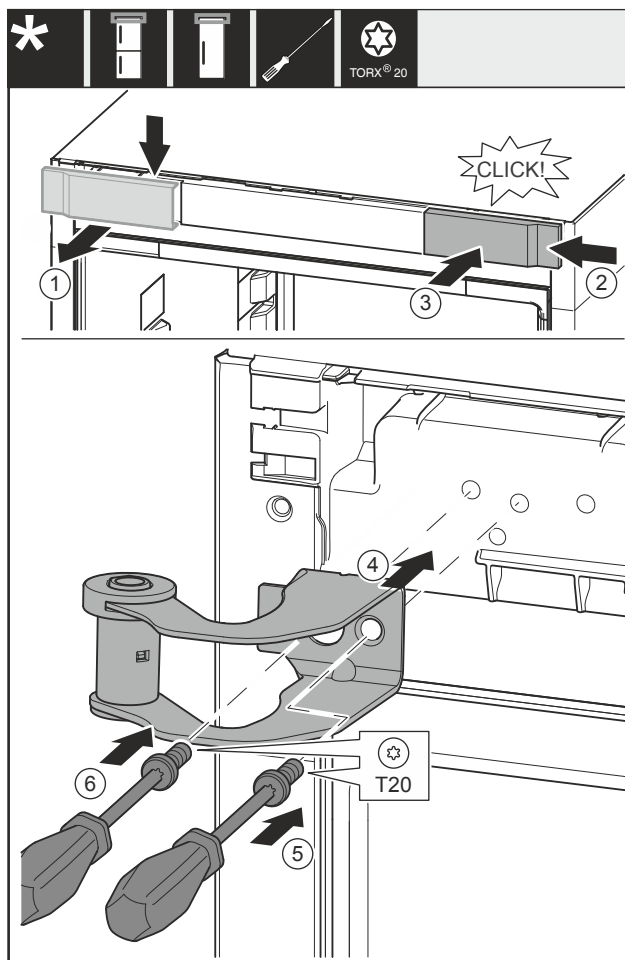

Fig. 14
- ▶ Snemite pokrov Fig. 14 (1) od zgoraj v smeri naprej.
- ▶ Pokrov Fig. 14 (2), obrnjen za 180°, namestite na drugo stran z desne strani.
- ▶ Zaskočite pokrov Fig. 14 (3).
- ▶ Pristavite zgornji ležajni podstavek Fig. 14 (4).
- ▶ Zategnite vijak Fig. 14 (5).
- ▶ Zategnite vijak Fig. 14 (6).